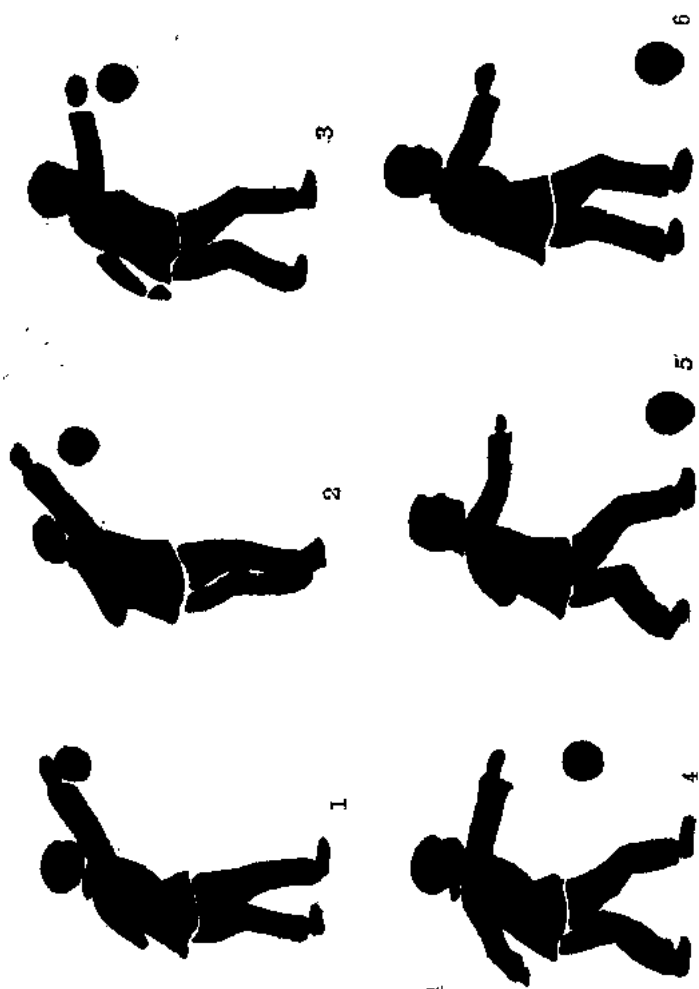

图 4
5. 画片 剪一张 50×480 (毫米)²的图画纸,照图4画上12个或12个以上连续拍球的人象,然后放到圆盘里,使画片紧贴在圆盘的四周内壁上。